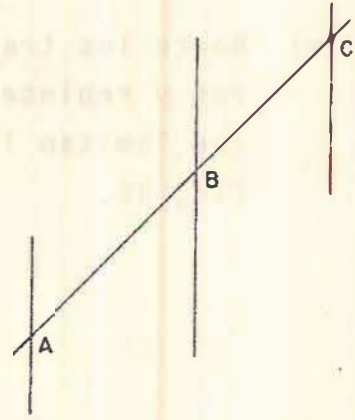

Fig. 17
- b) Sobre dicha línea marque las longitudes de los escalonados, obteniendo los puntos A, B y C. Fig. 17.